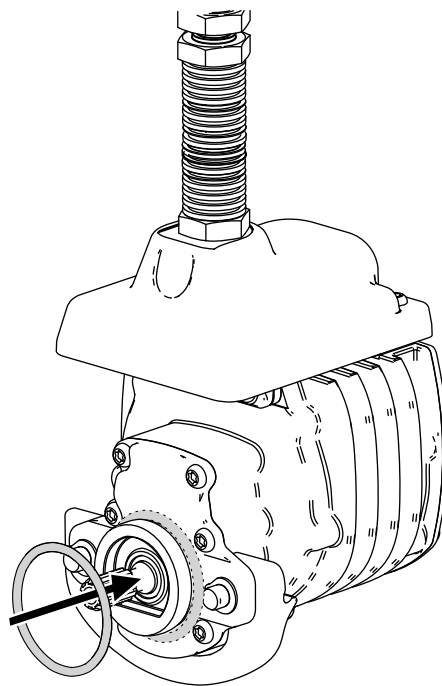

Figura 9
3. Montați inelul de etanșare pe fiecare motor al cilindrului, aa cum se arată în Figura 9.